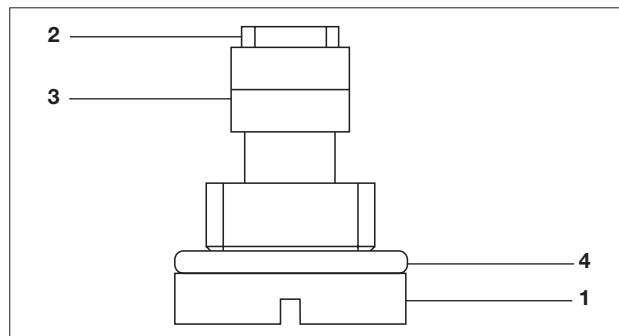

Bild 45
- Den O-Ring (4) und den Filter (3) auf dem Filterstopfen (1) montieren (siehe Bild 45).
- Abschließend wird die Halteschraube (2) eingedreht.